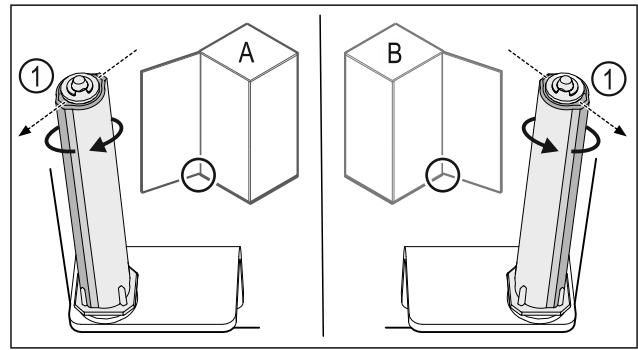

Fig. 40 Μεντεσέδες αριστερά (A) / Μεντεσέδες δεξιά (B)
- ▶ Περιστρέψτε το σύστημα κλεισίματος κόντρα στην αντίσταση, μέχρι ο κορμός του συστήματος κλεισίματος Fig. 40 (1) να είναι στραμμένος προς τα έξω.